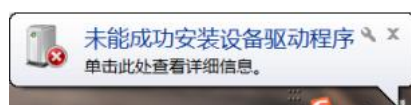

图 6-7 未成功安装驱动
①使用 USB 数据线连接上位机和伺服驱动器，显示未能自动安装驱动。如图 6-7 所示。